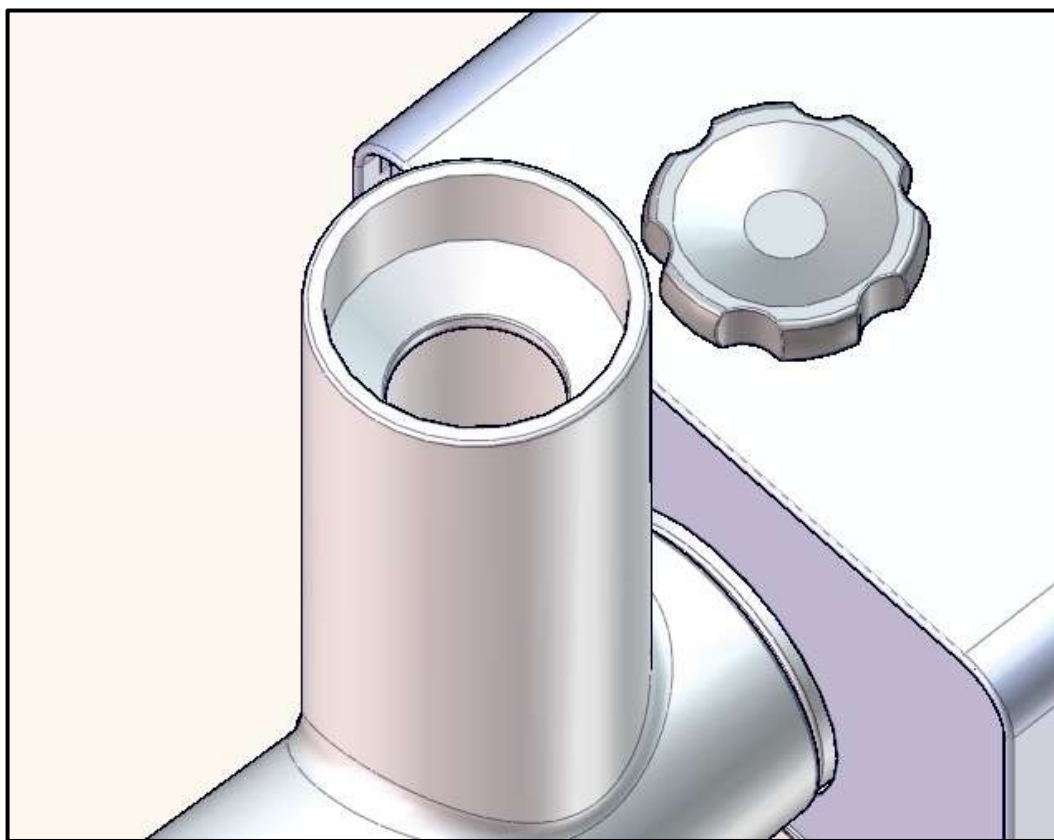

Fig. 3 – Área de alimentação do equipamento
- Redução na área de alimentação do equipamento: Impedem o acesso dos membros superiores na área de esmagamento do produto (Fig. 3).